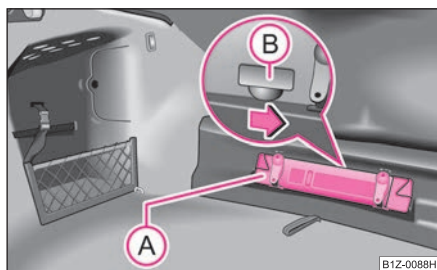

Fig. 30 Descuierea de urgență a capacului portbagajului
- Scoateți triunghiul reflectorizant* (A) ⇒ fig. 30.
- Apăsați maneta de deblocare în sensul indicat de săgeată, pentru a descuria capul portbagajului. Maneta se găsește sub capul (B).